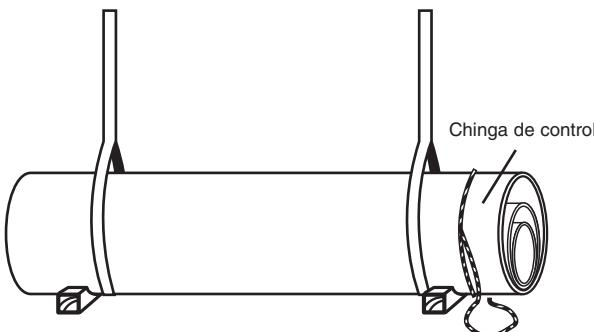

Figura 2-6: manipularea folosind două puncte de susținere pentru conductele transportate „una in alta”
- 1 ridicati intotdeauna conductele transportate „una in alta” folosind cel putin doua chingi textile (**figura 2-6**). Asigurati-vă ca chingile de ridicare sunt suficiente pentru greutatea pachetului. Folositi in acest scop anexa H cu greutatile aproximative ale conductelor.